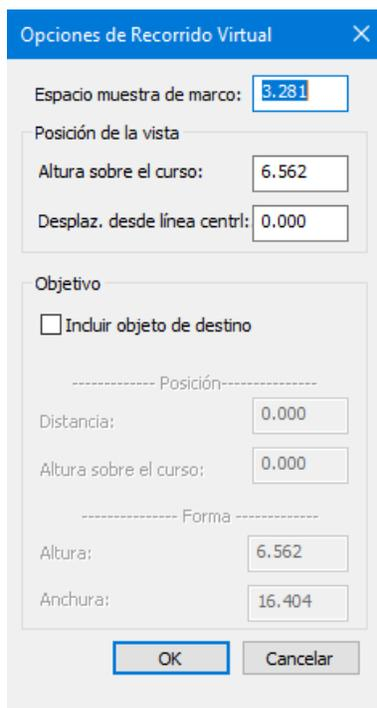

Figura 23-8: Diálogo de Opciones de Recorrido Virtual
5. Presione *Opciones* para abrir *Opciones de Recorrido Virtual* como se muestra en la Figura 23-8 de abajo.